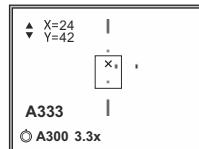

Fig.5
- Ruotando il controller spostate la croce ausiliaria relativamente al reticolo perfino la croce ausiliaria non coincide con il punto d'impatto (vedi fig. 5). Per cambiare la direzione dello spostamento del reticolo dalla orizzontale a quella verticale premete brevemente il tasto del controller e vicino al pittogramma appariranno le linee verticali: ☕ ↓ X=00 Y=00